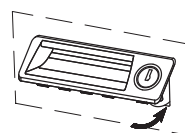

Fig.1
3. Introducir la parte superior del asa en el agujero del panel (Fig.1).